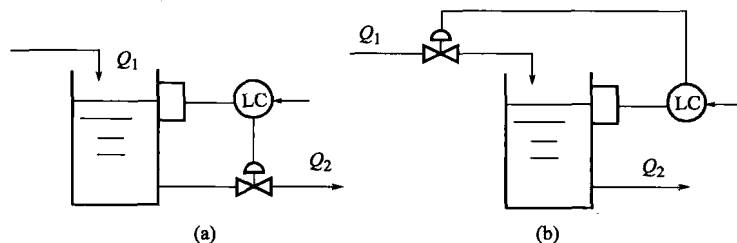

图 1-14 水槽液位控制系统
9. 图 1-14(a)、(b) 所示是水槽液位系统的两个不同控制方案。图中 LC 表示液位控制器。 (1) 分别画出两个控制系统的方框图；